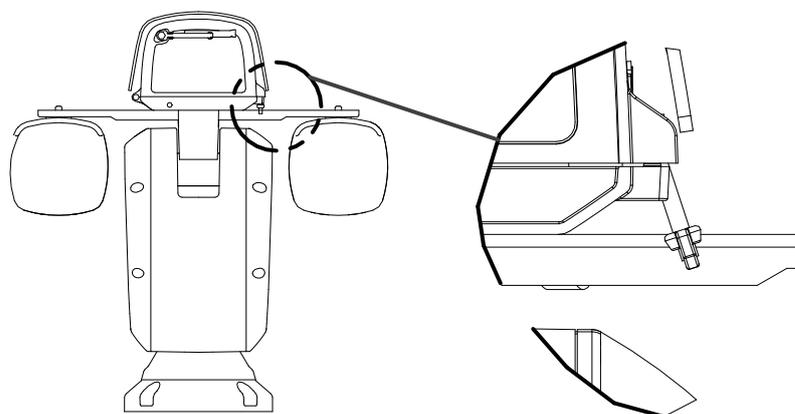

图2-14 打开护罩
1. 拧松蝶形螺母，向外侧拉动螺母，打开护罩，如图 2-14 所示。